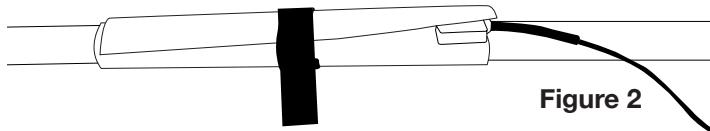

Figure 2
6. Enrouler la couverture de chauffage de PVC autour du conduit jusqu'à ce qu'elle soit bien ajustée et la fixer avec la bande Velcro. La couverture devrait chevaucher le boîtier de thermostat. (FIGURE 2)